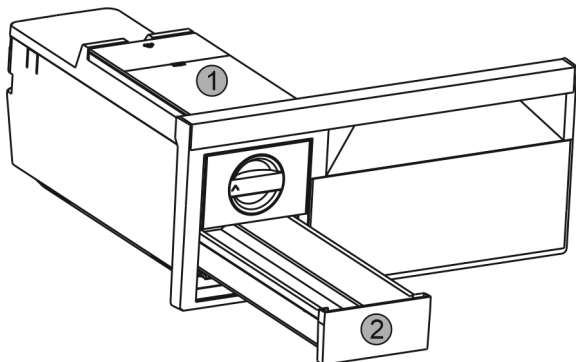

Fig. 39
- ▶ Vyměňte nádržku na vodu Fig. 39 (1) a zásuvku na kostky ledu Fig. 39 (2).